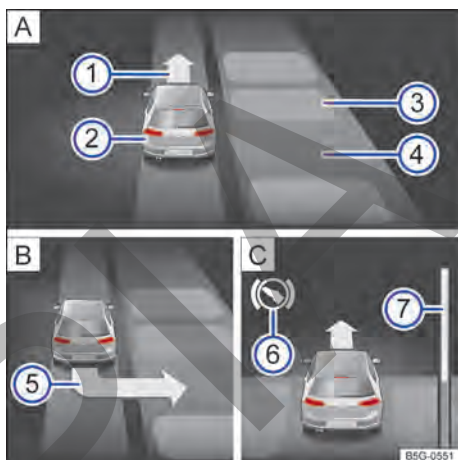

Fig. 127 En la pantalla del cuadro de instrumentos: **A** Buscar un hueco de aparcamiento. **B** Posición para aparcar. **C** Maniobrar.
- Aparque cuando en la pantalla del cuadro de instrumentos aparezca la indicación de aparcar → **fig. 127** **(5)** → pág. 175.
Legenda de la **fig. 127** (modo de aparcamiento en batería marcha atrás):
- Frene cuando suene una señal acústica indicando cambiar de dirección, se ilumine la flecha → fig. 127 ① A, se encienda el símbolo blanco Ⓢ o se muestre un mensaje.